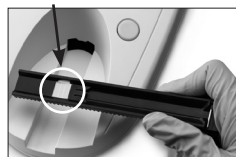

图 1
3. 拿起试纸检测架，使灰色参考片朝上（图 1）。将其插入功能键下方的凹槽，使检测架的边缘与分析仪的边缘齐平（图 2）。